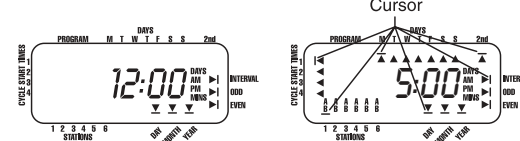

FIGURE 3: L'afficheur LCD avec les informations périphériques
- Faites tourner le cadran rotatif sur la position **TIME/DATE (HEURE/DATE)** [Voir Figure 3].
- Un curseur clignotant va apparaître sous la flèche de l'année, du mois et de la date pendant la programmation [Voir Figure 3].